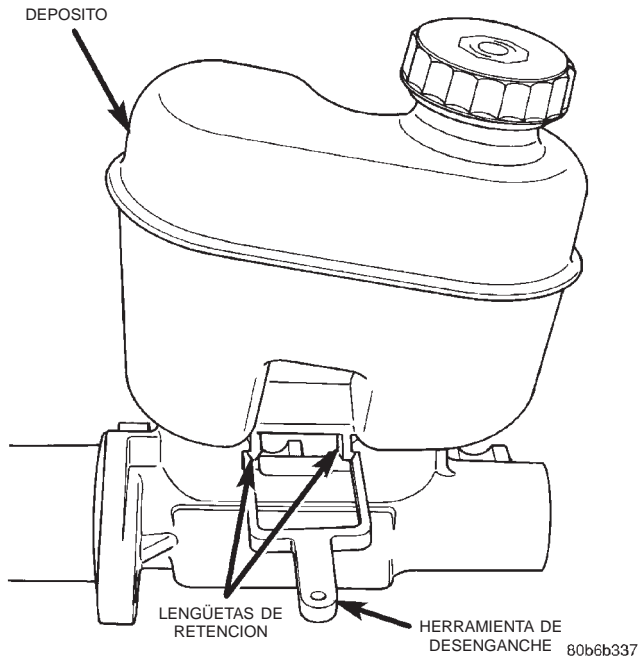

Fig. 19 Herramienta de desenganche
- (1) Retire la tapa del depósito y retire el líquido con una pistola de succión **limpia**.
- (2) Retire los conectores de cable del sensor de nivel de líquido de frenos.
- (3) Inserte la herramienta (Fig. 19) provista con el depósito para desenganchar las lengüetas de retención del depósito.
- (4) Tire del depósito recto hacia arriba, extrayéndolo del cilindro.
- (5) Retire y deseche las arandelas usadas del cuerpo del cilindro.